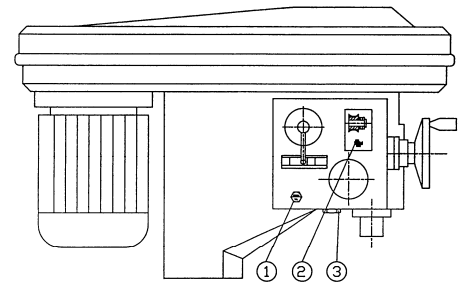

FIG.2
Tous les jours ,avant d'allumer la perceuse , lubrifier toutes les parties coulissantes et rectifiées. Faire particulièrement attention au fourreau et à la colonne. Lubrifier également le mécanisme pour la montée de la table au moyen du graisseur prévu à cet effet se trouvant sur le bras. Remplir la boîte des dispositifs d'avance avec de l'huile après avoir retiré la plaquette (2) figure 2. Verser l'huile jusqu'au point rouge du témoin de niveau (1) figure 2 (0.7 l environ). **Faire très attention à ne pas dépasser le niveau indiqué pour que l'huile ne fuit pas du fourreau.** Une fois par mois (minimum) graisser à l'huile filante la couronne dentée en Nylon à laquelle on accède en retirant la plaquette (2) figure 2. Vidanger l'huile tous les 12 mois en l'évacuant à travers le bouchon de vidange (3) figure 2. **Huiles préconisées : ESSO - Teresso 32 ou MOBIL OIL - DTE Médium.**
La perceuse est fournie avec le joint de sécurité déjà réglé . Si , petit à petit la descente du foret devient irrégulière (le volant (77) tourne par à-coups) , régler de nouveau le joint . Pour effectuer cette opération , retirer la plaquette (2) figure 2 et serrer davantage le collier autobloquant (72) pour comprimer davantage les ressorts à disques (Belleville) (68) .